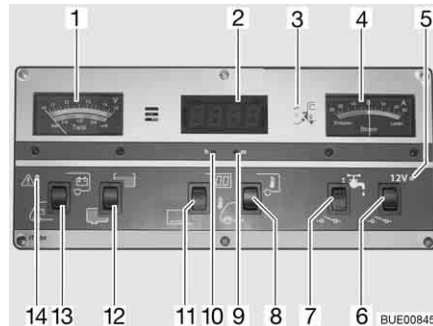

Fig. 136 Panneau de contrôle IT 994
Observer sur l'indicateur de charge/de niveau de réservoir (Fig. 136,1), la graduation supérieure. L'indicateur s'éclaire automatiquement dès qu'un commutateur est actionné.
- Commutateur à bascule (Fig. 136,13) vers le bas : La tension de la batterie de démarrage est affichée.
- Commutateur à bascule (Fig. 136,13) vers le haut : La tension de la batterie de cellule est affichée.
Observer sur l'indicateur de charge/de niveau de réservoir (Fig. 136,1) la graduation inférieure. L'indicateur s'éclaire automatiquement dès qu'un commutateur est actionné.
- Commutateur à bascule (Fig. 136,12) vers le haut : Le niveau du réservoir d'eau est affiché.
- Commutateur à bascule (Fig. 136,12) vers le bas : Le niveau du réservoir d'eaux usées est affiché.
Le voyant d'alerte rouge ALARME (Fig. 136,14) clignote dès que la charge de la batterie de cellule descend en dessous de 11 V (mesurée en marche) et qu'il y a risque de décharge profonde des batteries.
- Commutateur à bascule (Fig. 136,11) vers le haut : L'affichage de l'horloge numérique est activé. L'affichage de température est en ordre de marche.
- Commutateur à bascule (Fig. 136,11) vers le bas : L'affichage de l'horloge numérique et l'affichage de température sont désactivés.
- Appuyer avec un objet fin, p. ex. l'extrémité d'un stylo à bille, sur l'orifice pour l'affichage des heures (Fig. 136,10) jusqu'à ce que l'indication des heures souhaitée s'affiche.
- Appuyer avec un objet fin, p. ex. l'extrémité d'un stylo à bille, sur l'orifice pour l'affichage des minutes (Fig. 136,9) jusqu'à ce que l'indication des minutes souhaitée s'affiche.
- Commutateur à bascule (Fig. 136,8) vers le haut : La température intérieure s'affiche.
- Commutateur à bascule (Fig. 136,8) vers le bas : La température extérieure s'affiche.
Cet indicateur (Fig. 136,4) permet de visualiser en permanence le flux de courant actuel de la batterie. L'indicateur s'éclaire automatiquement dès qu'un commutateur est actionné.
L'interrupteur principal 12 V (Fig. 136,6) établit ou coupe le panneau de contrôle et l'alimentation 12 V de la cellule.
*Mise en marche :* ■ Commutateur à bascule (Fig. 136,6) vers le haut : L'alimentation 12 V de la cellule est assurée. Le voyant de contrôle (Fig. 136,5) s'allume en vert.
*Mise hors service :* ■ Commutateur à bascule (Fig. 136,6) vers le bas : L'alimentation 12 V de la cellule est coupée. Le voyant de contrôle (Fig. 136,5) s'éteint.
Le voyant de contrôle 12 V (Fig. 136,5) s'allume dès que l'interrupteur principal 12 V (Fig. 136,6) est enclenché.
Le voyant de contrôle jaune 230 V (Fig. 136,3) s'allume si l'arrivée du bloc électrique est sous tension de réseau.
*Mise en marche :* ■ Commutateur à bascule (Fig. 136,7) vers le haut : L'alimentation en eau est activée.
*Mise hors service :* ■ Commutateur à bascule (Fig. 136,7) vers le bas : L'alimentation en eau est désactivée.